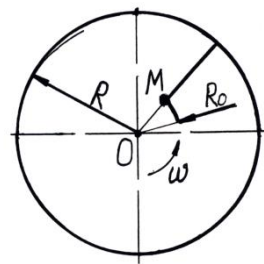

Рис. 1.3
1.21. Частка масою m потрапляє без початкової швидкості в нижню точку M циліндра радіуса R , який обертається навколо горизонтальної осі Ox з кутовою швидкістю ω (рис.1.3). Коефіцієнт тертя між часткою та циліндром f .